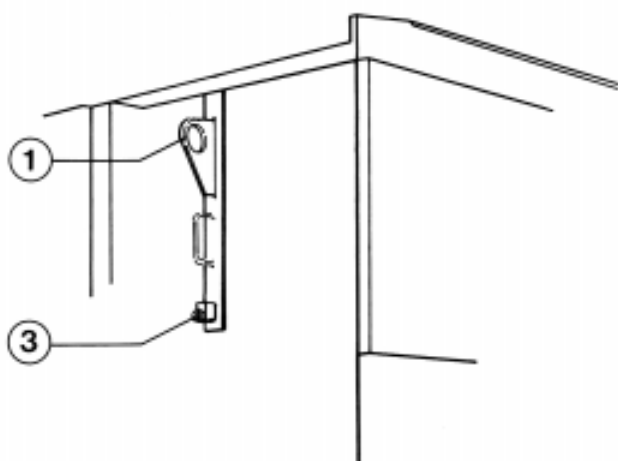

Fig. 3 Fissaggio golfari
- assicurare i golfari contro lo sfilamento tenendoli spinti verso l'alto e avvitando a fondo la vite di posizionamento (3) (vedere fig. 3).
- make sure that the lifting bolts cannot come undone by keeping them pushed upwards and by screwing up the positioning screw (3) fully (see fig. 3).